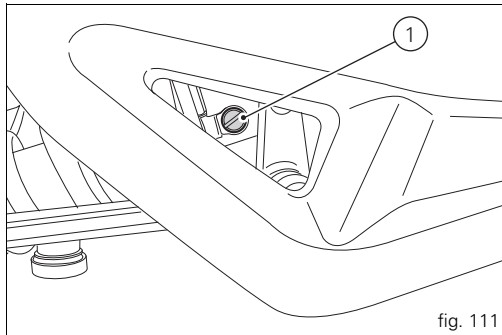
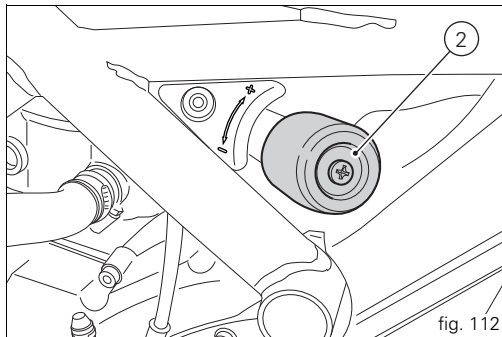
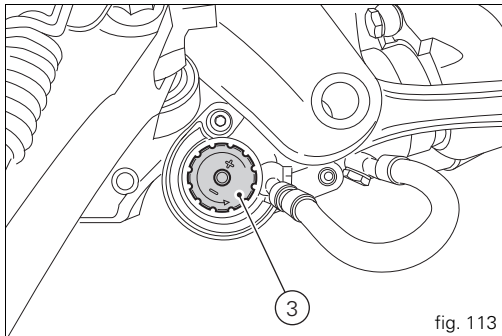

fig. 111
fig. 112
fig. 113
El dispositivo de ajuste (1, fig. 111), en correspondencia de la fijación inferior del amortiguador al basculante, regula la amortiguación hidráulica en la fase de extensión (retorno).
El pomo (2, fig. 112), en el lado izquierdo de la motocicleta, regula la precarga del muelle exterior del amortiguador.
El mecanismo (3, fig. 113) ubicado en el depósito de expansión del amortiguador, regula el freno hidráulico en la fase de compresión. Girando en el sentido de las agujas del reloj los dispositivos de ajuste (1) o los mecanismos (2) y (3) se aumenta el freno o la precarga; en sentido contrario, disminuye. Calibrado ESTÁNDAR; Desde la posición de completamente cerrado (en el sentido de las agujas del reloj) destornillar: dispositivo de ajuste (1, fig. 111) de 12 clic; mecanismo (2, fig. 112) TODO ABIERTO (sentido contrario a las agujas del reloj); dispositivo de ajuste (3, fig. 113) de 25 clic;